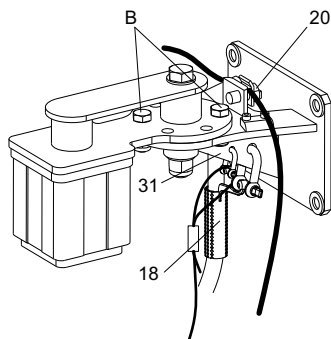

Рис. 14 Кронштейн верхнего крепления с подъёмным и страховочным тросами и кабельным разъёмом
21. Прикрепить фиксатор кабеля (поз. 18) к кронштейну верхнего крепления с помощью скобы и протянуть через него кабель электродвигателя настолько это необходимо. См. рис. 14. Кабель электропитания должен быть слегка натянут.